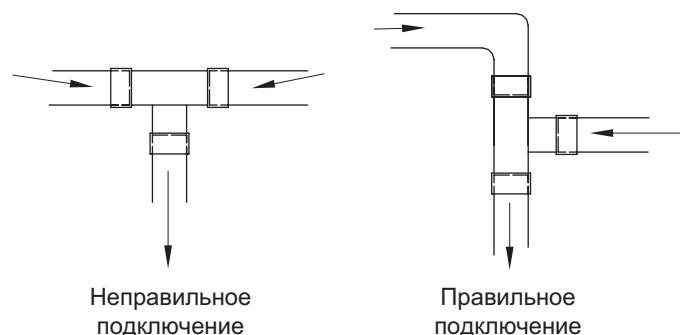

Рис. 13.2.
13.8. При монтаже двух дренажных труб в один стояк выполнять это необходимо так, как показано на рис. 13.2.